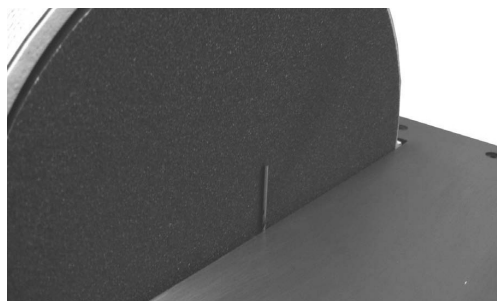

Fig. 05
4. Använd en 1/16"-borr som distansvisare. Placera borret mellan skivan och den inre kanten av bordet. Håll bordet mot 1/16"-borret och spänn åt de fyra sexkantsbultarna. (Se fig. 05.)